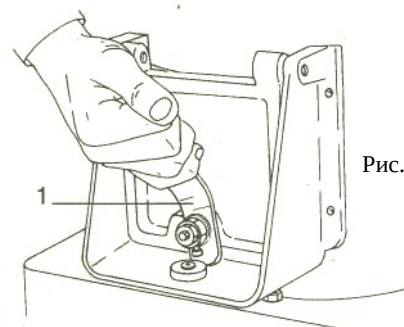

Рис.9
- открыть выходную дверь при помощи рычага (1) (рис.9);